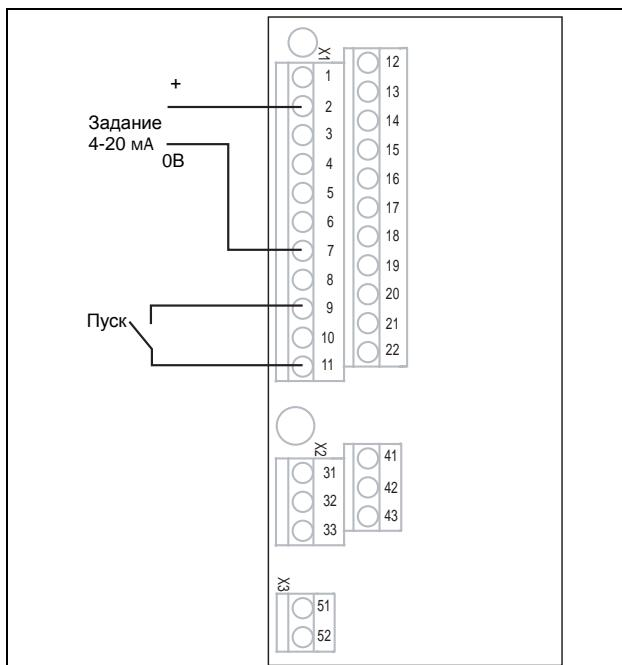

Рис. 36 Подключение
3. Подключите задание к клеммам 7 (Сигнальная земля) и 2 (AnBx 1) согласно Рис. 36 и заданию.
- Подсоедините внешнюю кнопку запуска между клеммой 11 (+24 VDC) и 9 (В английском руководстве ошибка, должно быть ЦфBx2, Пуск вправо) согласно Рис. 36.